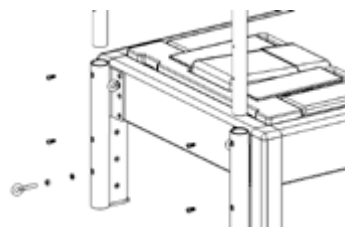

Figure 14
- Retirez les tubes de la tour et la Push Through Bar de leur boîte. Ne coupez pas le serre-câble entre la Push Through Bar et les tubes pour éviter qu'elle ne bascule lorsque vous la soulevez et ne blesse quelqu'un. À l'extérieur des deux tubes verticaux, vous verrez (2) trous filetés. Ceux-ci sont tournés vers l'extérieur de l'appareil à l'installation.
- Insérez les tubes dans les supports de la tour au sommet de l'appareil, en vous assurant que les trous filetés vous font face durant l'installation. Insérez les tubes doucement dans le support de la tour. Ceux-ci toucheront le sol. Voir figure 14.